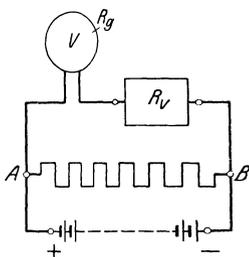

Abb. 11. Drehspulinstrument mit Vorwiderstand.
Sollen nun höhere Spannungen gemessen werden, so muß man bedenken, daß die Stromspule einen größeren Strom als $0,015 \text{ A}$ nicht verträgt, man muß daher, entsprechend der zu messenden Spannung, einen Vorwiderstand R_v in den Stromkreis des Instruments einschalten, wie Abb. 11 dies zeigt. Solche Vorwiderstände werden in Kästen, für mehrere Meßbereiche, untergebracht, und kann der jeweilige Widerstand durch Stecken eines Stöpsels eingeschaltet werden.
65. Einem 100 ohmigen Drehspulgalvanometer sind $9900 [8900] \Omega$ vorgeschaltet (Abb. 11). Welche Spannung herrscht
67. Die Spannung zwischen A und B (Abb. 11) beträgt schätzungsweise 25 [40] V. Welcher Widerstand muß dem 100 Ω Galvanometer vorgeschaltet werden, damit dann 150° Ausschlag entstehen, und wie groß ist die Spannung in Wirklichkeit, wenn das Galvanometer nur 149 Grad anzeigt?